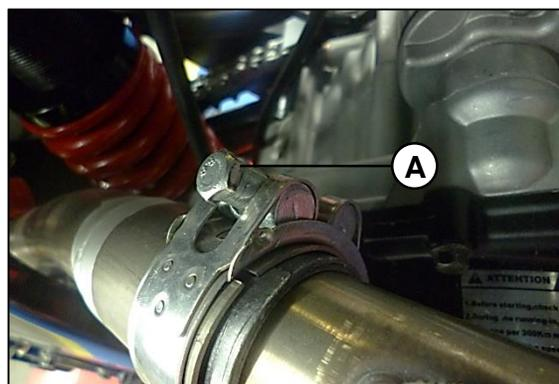
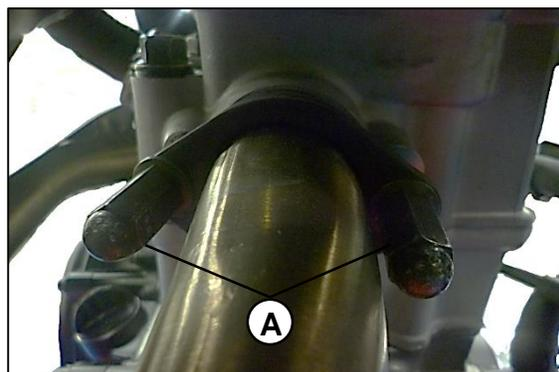

Fig.15
Fig.16
Remueva los dos tornillos hexagonales (A) de 6 mm. **Fig.14** . Se debe desajustar el tornillo de 10 mm de la curva **Fig.15**, y posteriormente las dos tuercas de 12mm, que fijan la curva del mofle, al motor. **Fig.16**